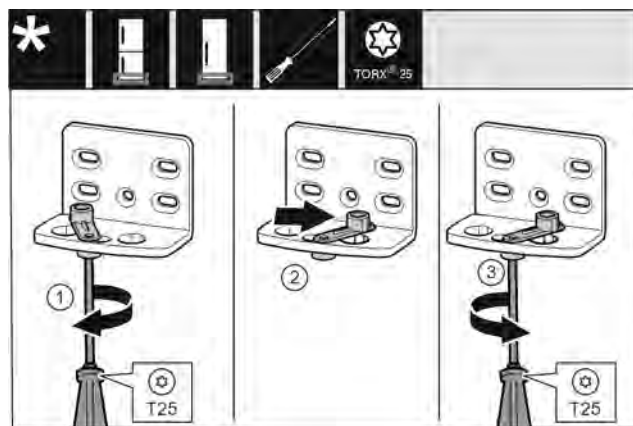

Fig. 13
- ▶ Открутите винт отверткой T25. Fig. 13 (1)
- ▶ Приподнимите фиксатор двери и поверните в отверстиях на 90° направо. Fig. 13 (2)
- ▶ Затяните винт отверткой T25. Fig. 13 (3)